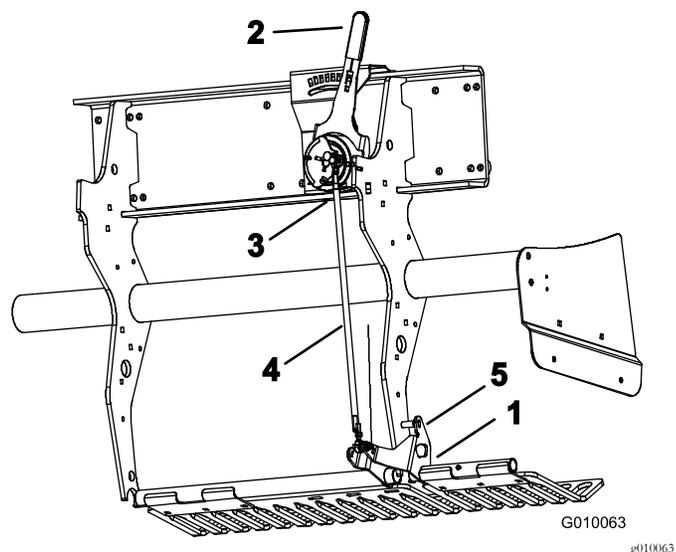

Figura 58
2. Ruotate la staffa di montaggio della protezione del tappeto erboso di sinistra (Figura 58) verso l'alto, fino a quando non è possibile inserire un perno di bloccaggio (bullone o fioretto da 5/16") tra la staffa e il tubo di impostazione della profondità saldato al telaio.
3. Spostate la leva di profondità delle fustelle (Figura 58) in posizione H (profondità massima).
4. Scollegate l'interruttore a sfera (Figura 58) dal cablaggio preassemblato (interruttore 'testa abbassata').
5. Allentate i controdadi (sinistro e destro) sul tirante di regolazione della profondità (Figura 58).